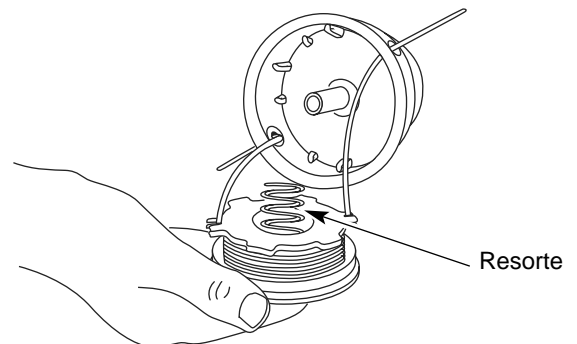

Fig. 20
13. Inserte los extremos de la l'nea a trav s de los ojales de la bobina exterior y coloque el carrete interior con el resorte dentro de la bobina exterior (Fig. 20). Empuje el carrete interior y la bobina exterior entre s . Mientras sostiene el carrete interior y la bobina exterior, tome los extremos y tire con firmeza para soltar la l'nea de las ranuras de fijaci—n de la bobina.
5. Inserte los extremos de la l'nea en los ojalillos de la bobina exterior (Fig. 20).